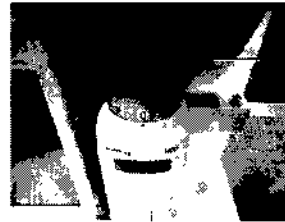

FIGURA 2-4 Vaporizador, bloqueado
3. Gire el asa del mecanismo de bloqueo hacia la derecha hasta a posición de bloqueo como se muestra en FIGURA 2-4.